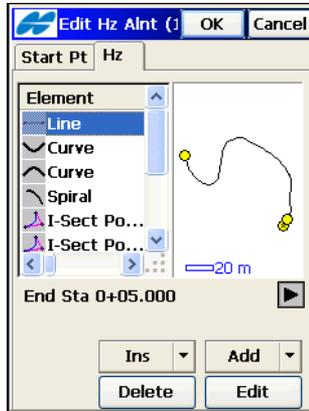

Abbildung 7-6. Eingeben von Achselementen
- Fügen Sie auf dem Register *H_z* im Fenster *Edit Achsen* (Abbildung 7-6) die Achselemente ein.